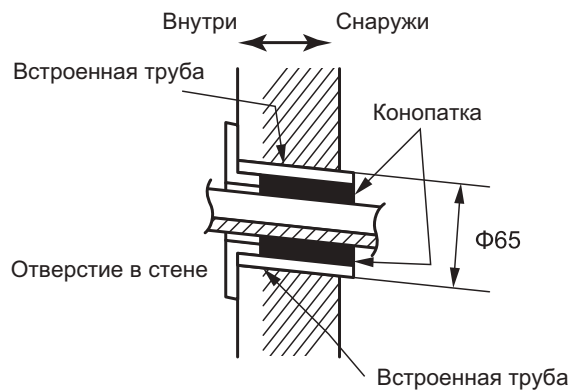

Рис. 10.37
10.6.5 Отверстие в стене просверлить диаметром 65 мм с уклоном наружу (см. рисунок. 10.37).